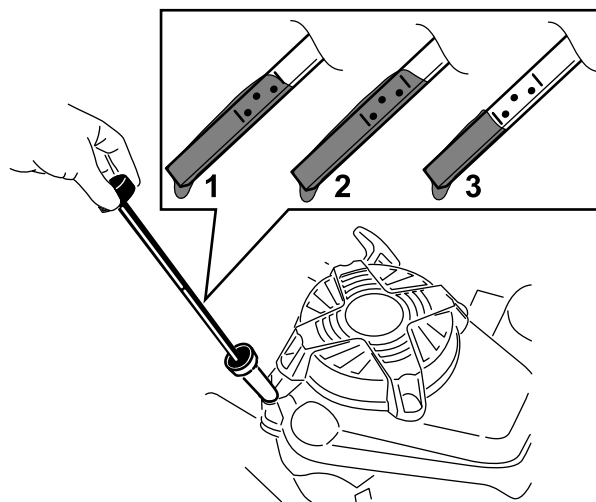

Рисунок 13
2. Извлеките масломерный щуп, повернув крышку против часовой стрелки и вытянув его (Рисунок 13).
5. Определите уровень масла по отметкам на щупе (Рисунок 13).
- Если уровень масла на щупе слишком низкий (Рисунок 13), осторожно залейте небольшое количество масла SAE 30 или SAE 10W-30 с моющими присадками в маслозаливную горловину, подождите 3 минуты и повторите операции с **3** по **5**, чтобы довести масло до требуемого уровня на щупе. Информацию о типе
- Если уровень масла по щупу слишком высокий (Рисунок 13), слейте излишек масла, пока не будет достигнут правильный уровень по щупу; см. раздел Замена масла в двигателе \(страница 22\).